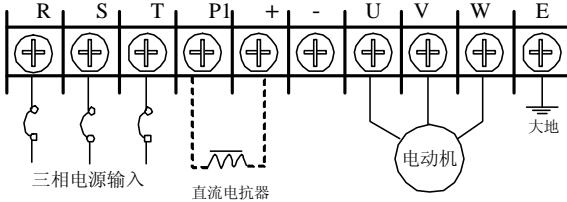

图 4-2b
b) 30KW-37KW 变频器主回路端子台配线图 (如图 4-2b)